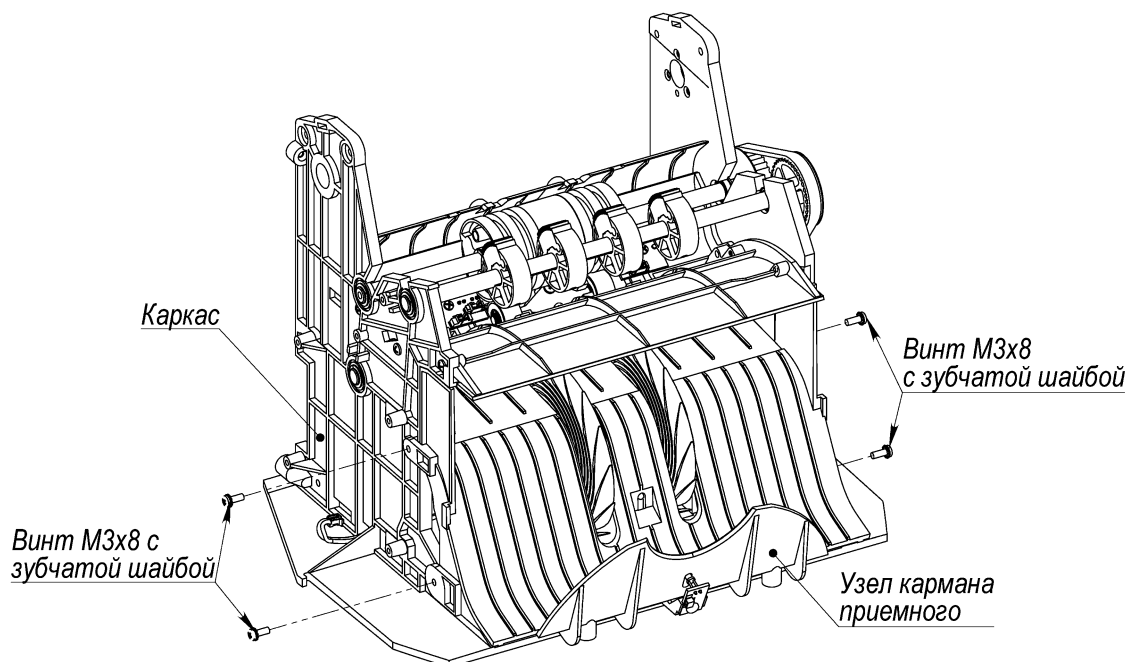

Рис. 31
8.10.1 Вывинтить 4 винта М3х8 с зубчатой шайбой N0017 крепления узла кармана приемного к каркасу (см. Рис. 31).